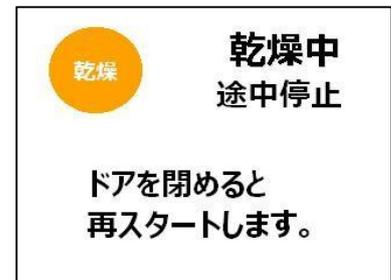

図 7-6
- ・ 乾燥工程中でドアを開くと、途中停止中画面が表示されます。(図7-6)